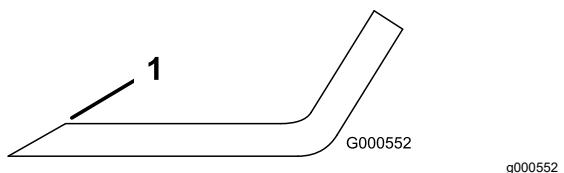

Figure 95
1. Au moyen d'une lime, aiguisez les tranchants aux deux extrémités de la lame (Figure 95).
**Remarque:** Si la lame est déséquilibrée, limez un peu l'extrémité de l'ailette seulement (Figure 95).